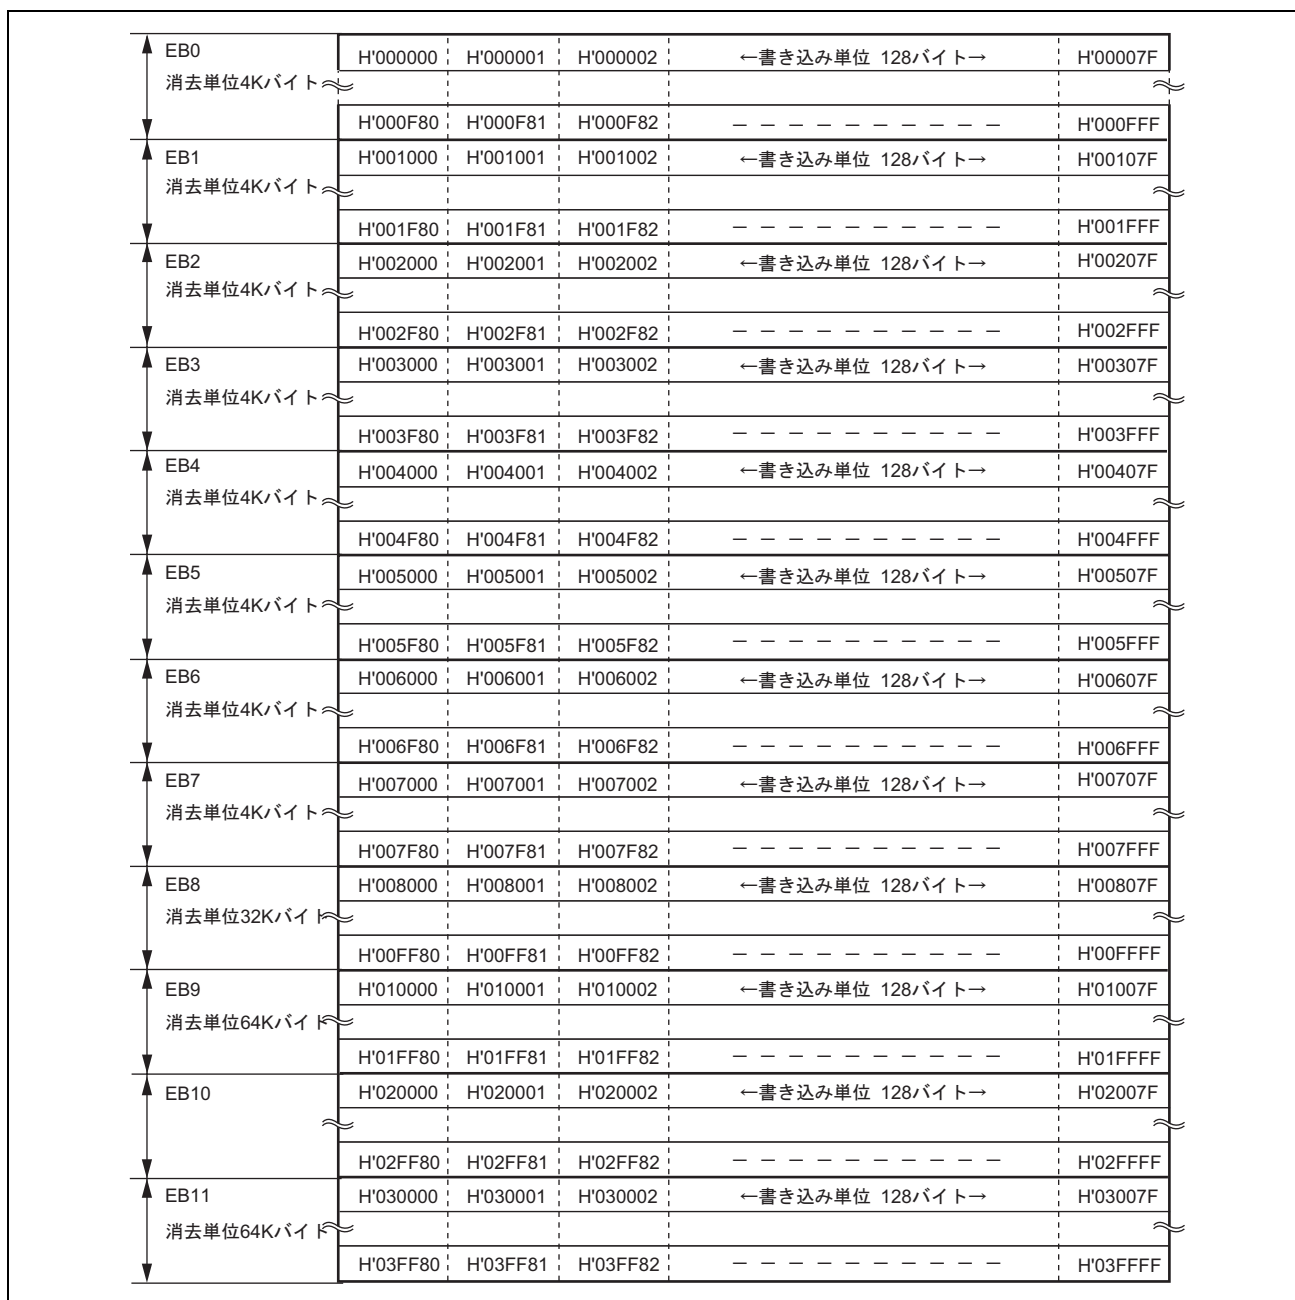

図 24.4 (1) H8SX/1642 のユーザマットのブロック構成
図 24.4 (1) に 256K バイトのユーザマットのブロック構成を示します。太線枠は消去ブロックを表します。細罫線は書き込みの単位を表し、枠内の数値はアドレスを示します。ユーザマットは、64K バイト（3 ブロック）、32K バイト（1 ブロック）、4K バイト（8 ブロック）に分割されていて、消去はこのブロック単位で行います。書き込みは下位アドレスが H'00 または H'80 で始まる 128 バイト単位で行います。4K バイト分割の 8 ブロックが RAM エミュレーション可能な領域です。